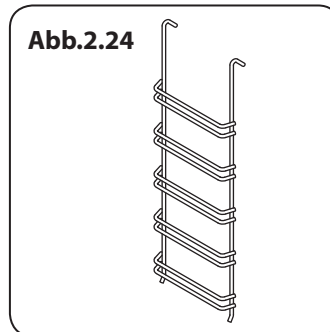

Abb.2.24
- 4 Rosthalterungen (**Abb.2.24**)